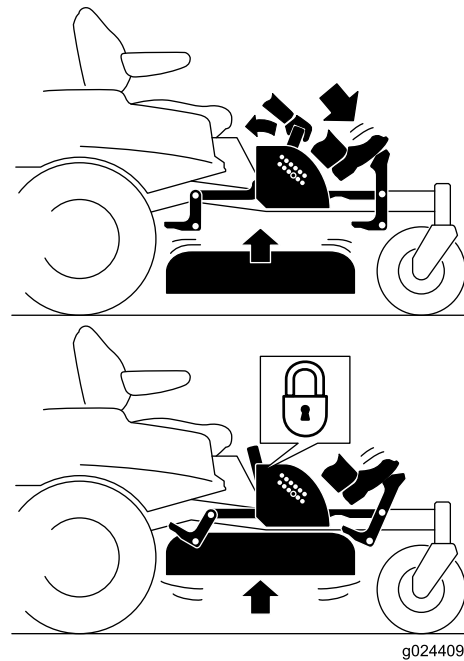

Figure 25
- Enfoncez la pédale pour élever le plateau de coupe ; maintenez la pédale enfoncée jusqu'à ce que le plateau soit verrouillé en position de transport (Figure 25).
- Appuyez sur la pédale de levage du plateau avec le pied et tirez la poignée de verrouillage de transport en arrière pour désengager le verrou de transport (Figure 25).
4. Appuyez sur la pédale de levage du plateau avec le pied et tirez la poignée en arrière pour désengager le verrou de transport (Figure 25).